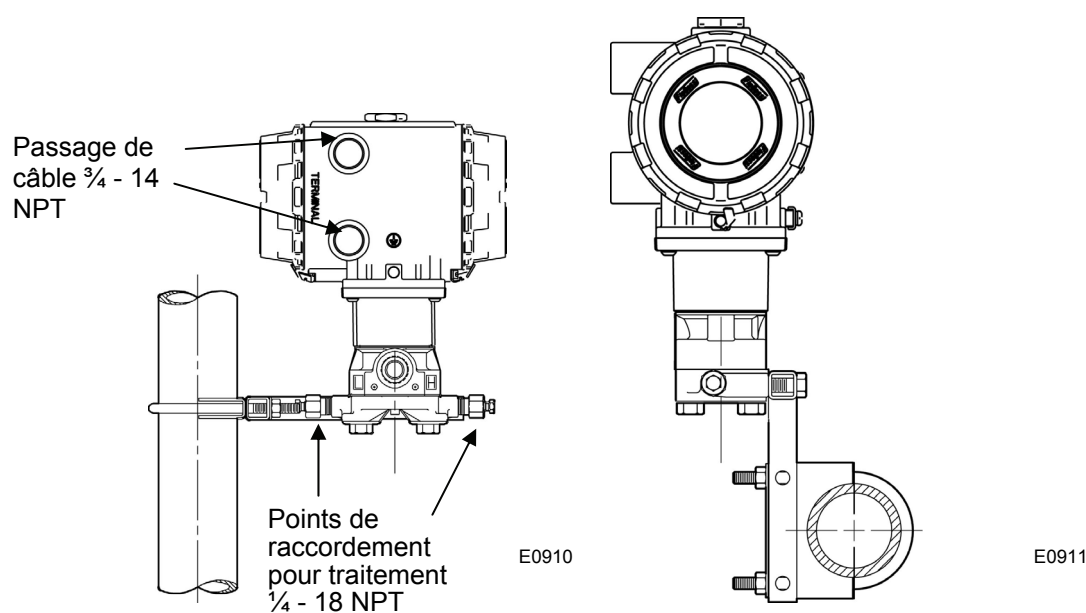

Figure 9. Types de montage du FloBoss 103
- Support de tuyau monté sur un support de tuyau de 50 mm (2 pouces). Utiliser le kit de montage Rosemount standard de 50 mm (2 pouces) équipé d'une tubulure d'impulsions reliant le FloBoss 103 à la section de mesure. Veiller à ce que le support de tuyau réponde à tous les critères de poids et que l'installation soit conforme aux règlements de construction en vigueur. Voir la *Figure 9*.
- Plaque d'orifice montée sur une plaque d'orifice, via un collecteur à 3 ou 5 soupapes. Voir la *Figure 9*.